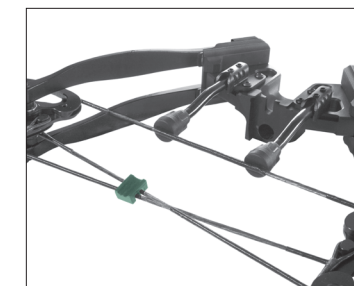

FIGURE 1
- Fixez d'abord la glissière des câbles (partie C) aux câbles en accrochant les deux câbles dans les deux rainures de la glissière des câbles. La partie la plus large de la glissière des câbles doit être orientée vers l'arrière de l'arbalète, et les câbles doivent traverser du côté droit de la poignée, comme illustré à la figure 1.